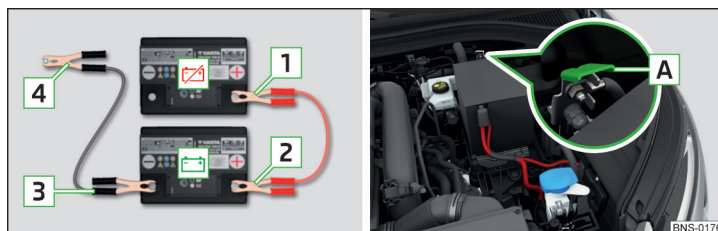

Fig. 344 Démarrage assisté : 🚫 - batterie déchargée, 📡 - batterie d'alimentation / masse du moteur sur le système START STOP
- Pour les véhicules **avec** le système STOP & START, fixez la borne **4** sur le point de masse du moteur **[A]** » fig. 344.